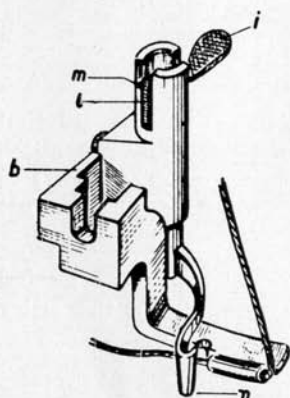

Fig. 32
- 1) Fit onto machine foot « D » (fig. 32).
- 8) Raise presser bar lever, lift tongue « i » of foot « D » and rotate it clockwise until its upper lug « l » rests on step « m » (fig. 32). By releasing tongue « i », the coupling will remain raised and to the rear.
- 12) Move lever « i » counterclockwise; round blade « n » will be lowered and enter buttonhole cutting (fig. 32).